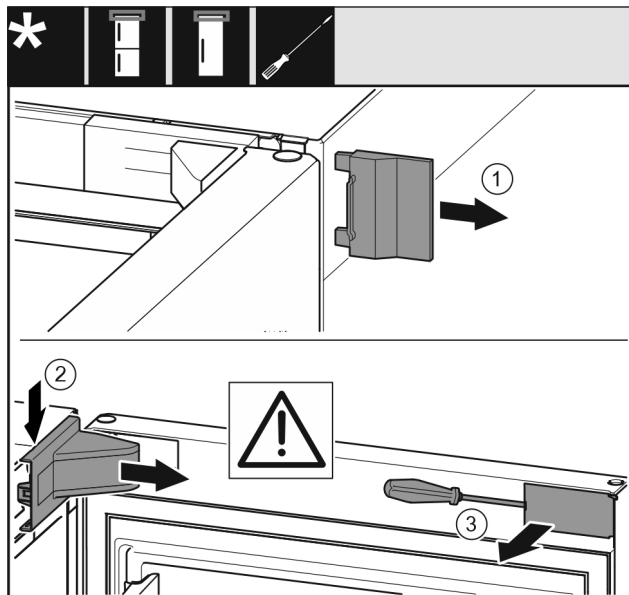

Fig. 7
- ▶ Sejměte vnější kryt Fig. 7 (1).
- ▶ Kryt stojanu ložiska Fig. 7 (2) uvolněte ze západek a vyjměte.
- ▶ Plochým šroubovákem vyjměte zásepku Fig. 7 (3) a otočte ji ke straně.